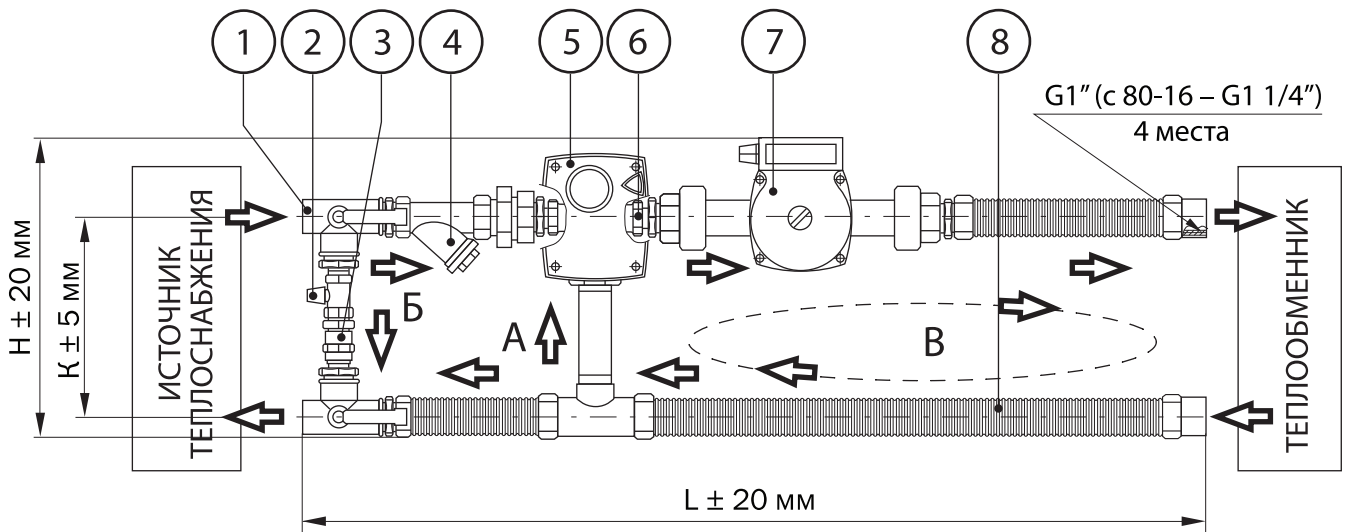
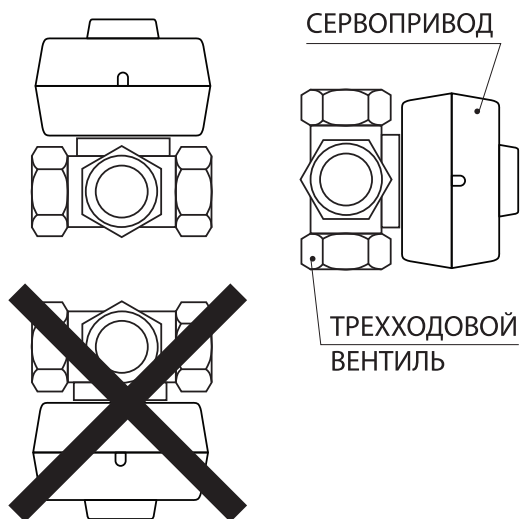

Рисунок 1. Схема смесительных узлов прямой конфигурации:
Рисунок 5. Правильное и неправильное расположение сервопривода
Регулирование мощности осуществляется с помощью трехходового вентиля (6 на рис. 1 и 2), управляемого сервоприводом (5).
на частичный пропуск отработавшей (охлажденной) в теплообменнике жидкости по направлению А (рис. 1 и 2) обратно, в подмес к входящей горячей, тем самым охлаждая ее.
При «нулевой» отопительной мощности (положение вентиля В) вентиль полностью перекрывает поток от источника теплоснабжения, и жидкость циркулирует только в контуре В (рис. 1 и 2) и теплообменнике – при работе насоса узла (7). Для предотвращения остановки протока в контуре теплоснабжения узел оборудован байпасом, который пропускает поток Б (рис. 1 и 2) обратно к источнику тепла через обратный клапан (3). На ветви байпаса установлен регулировочный вентиль (2), посредством которого производят настройку сопротивления байпаса (при необходимости).
Подключение смесительного узла может производиться посредством штатных нержавеющей гибких трубок с резьбовыми гайками (8 на рис. 1 и 2) непосредственно к патрубкам входного коллектора теплообменника. К шаровым запорным кранам присоединяется трубопровод контура теплоснабжения.
Установка смесительного узла должна производиться таким образом, чтобы отстойник фильтра (4 на рис. 1 и 2) был направлен вниз. В противном случае повышенное засорение сетки фильтра повлечет за собой снижение мощности воздухонагревателя и риск его замерзания.
Коробка сервопривода (5 на рис. 1 и 2) трехходового вентиля не должна располагаться в нижнем положении (см. рис. 5).
Винтовой регулировочный вентиль (рис.1(2), поз.2) предназначен для настройки оптимальной потери давления обратного клапана (рис.1(2), поз.3), который служит для выравнивания давления (недопущения взаимного влияния насосов узла и системы отопления), а так же предотвращает остановку тока воды в котловом контуре при работе узла.
«Б» – жидкость циркулирует по «малому» контуру В (на рис. 1 и 2), теплоноситель от источника тепла течет по ветке байпаса Б, не попадая внутрь смесительного узла;